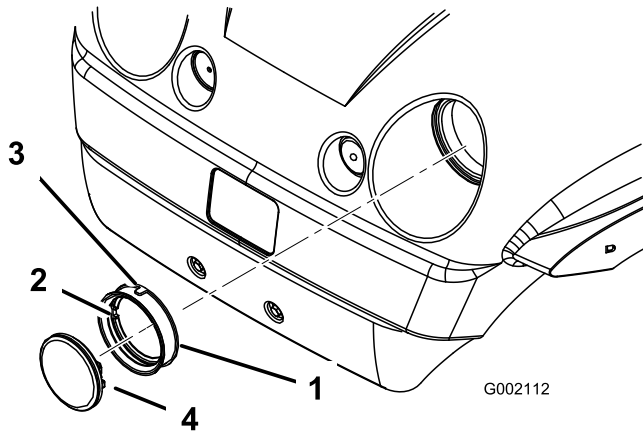

Bild 39
4. Entfernen Sie die Gummidichtung vom Scheinwerfer (Bild 39). Entsorgen Sie den alten Scheinwerfer.
5. Fluchten Sie die Auskerbung an der Innenseite der Dichtung mit der Auskerbung am neuen Scheinwerfer aus (Bild 39). Schieben Sie die Dichtung auf den neuen Scheinwerfer, bis die Dichtung fest anliegt.